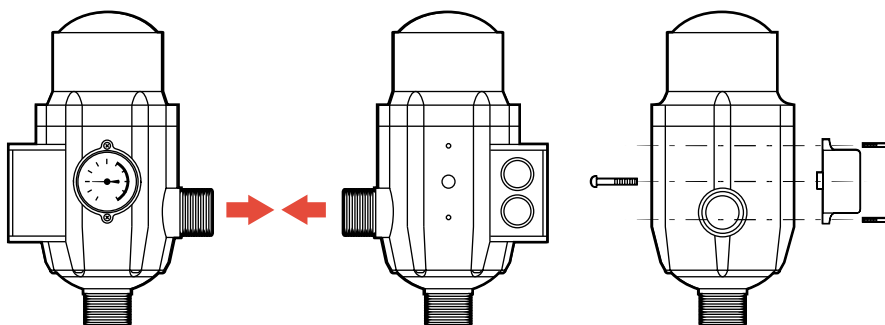

Рис. 1
**4.1.** Манометр может быть установлен на одной из двух сторон блока автоматики (рис. 1), при помощи уплотнительного кольца и двух крепежных винтов. Выбрав удобное расположение манометра, с противоположной стороны заглушите отверстие при помощи винта без использования какого-либо уплотнителя.